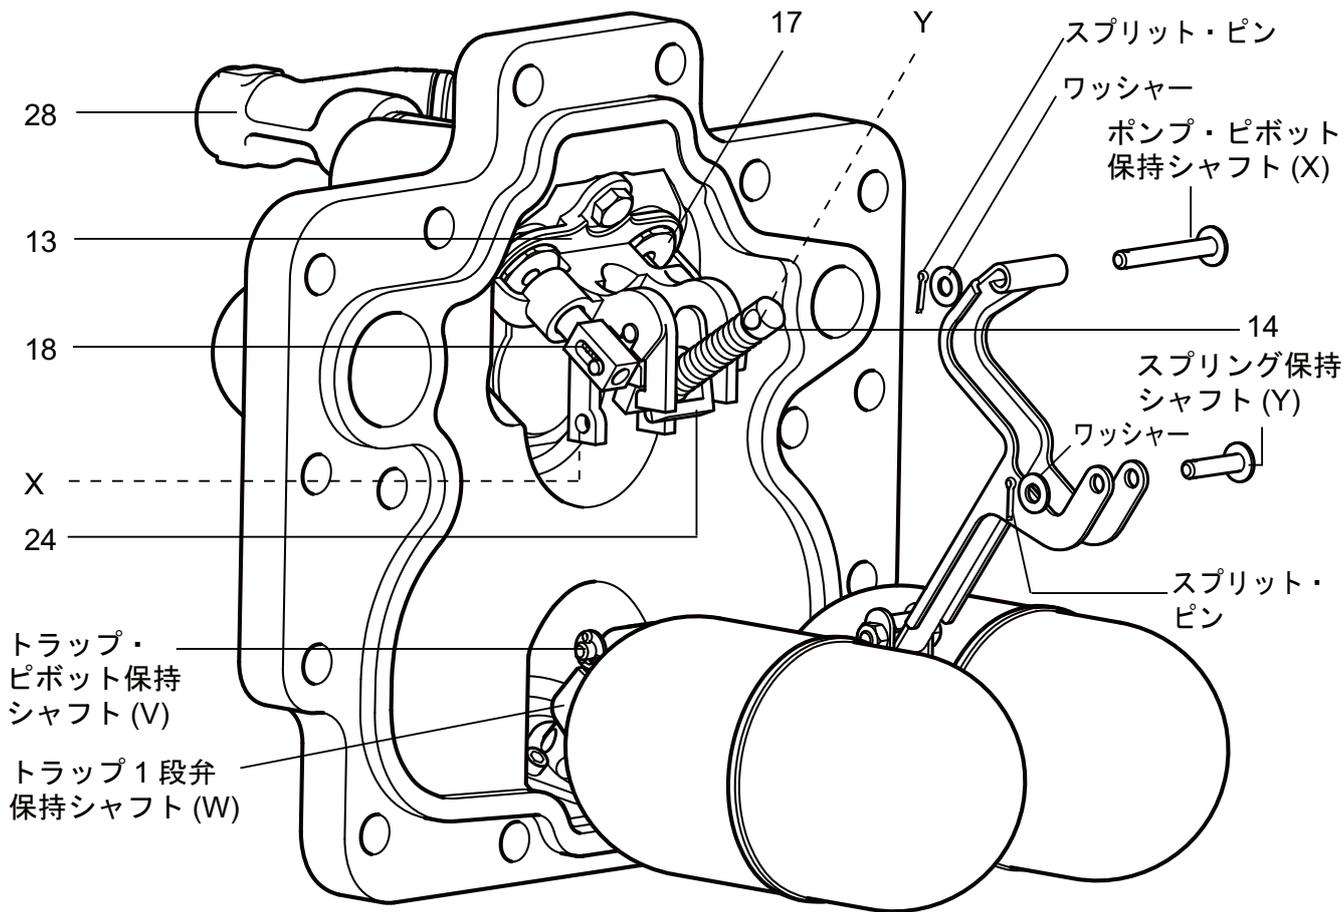

図 22. APT14 型図示
3. スプリング保持シャフト(Y) 一方の側から、スプリット・ピンおよびワッシャーを取り外します。(図22参照)
ことを確認します。(部品番号28、図22)